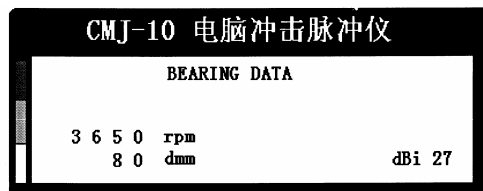

图 5C
- 按 SET 键。光标移至 diameter（直径）行。按上述步骤输入轴直径，按 SET 键显示 dBi 值，按 M 键退出设置模式（图 5C）